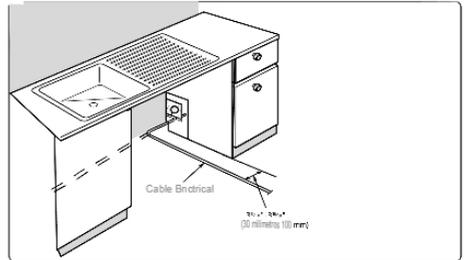

FIG. 4
1. El cableado o cable debe enrutarse como se muestra en FIG. 4.
- Asegúrese de que el suministro eléctrico se dirija a través del los canales debajo del lavavajillas como se muestra en la FIG.4.